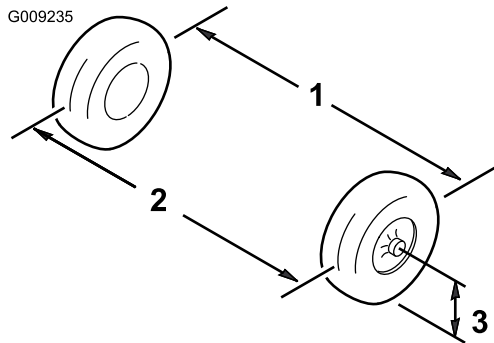

Figure 114
5. Mesurez la distance entre les roues avant à hauteur d'essieu, à l'avant et à l'arrière des roues (Figure 114).